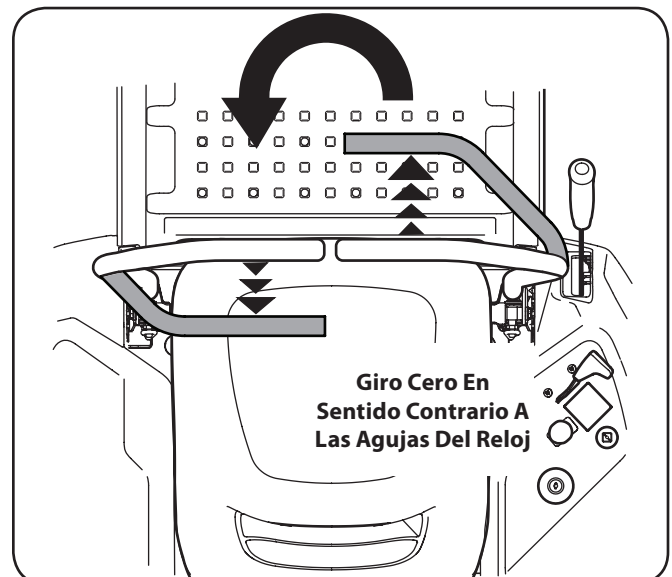

Figura 5-10
3. Para girar en sentido contrario a las agujas del reloj, mueva la palanca de control del lado derecho hacia adelante mientras mueve simultáneamente la palanca de control izquierda hacia atrás. Vea la Figura 5-10.